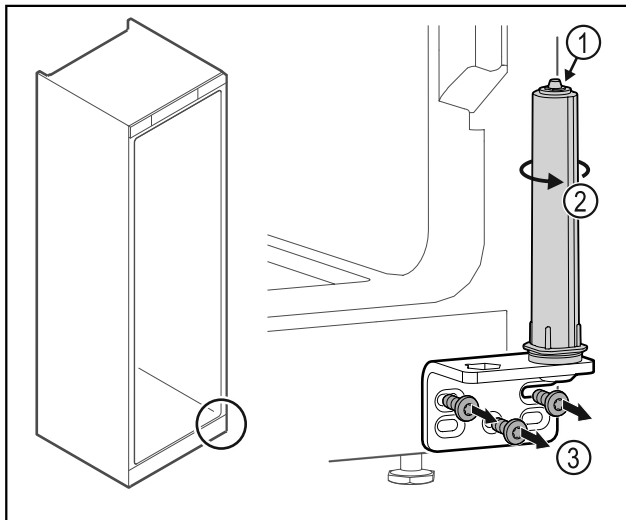

Fig. 33
- ▶ Ikke ta fra hverandre dørlukkesystemet Fig. 33 (1).
- ▶ Drei på lukkesystemet Fig. 33 (2) til det sier klikk.
- ▶ Skru av hengselvinkelen Fig. 33 (3).